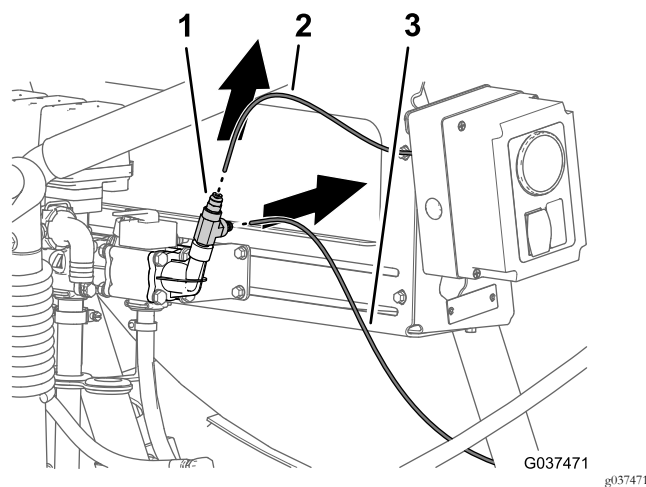
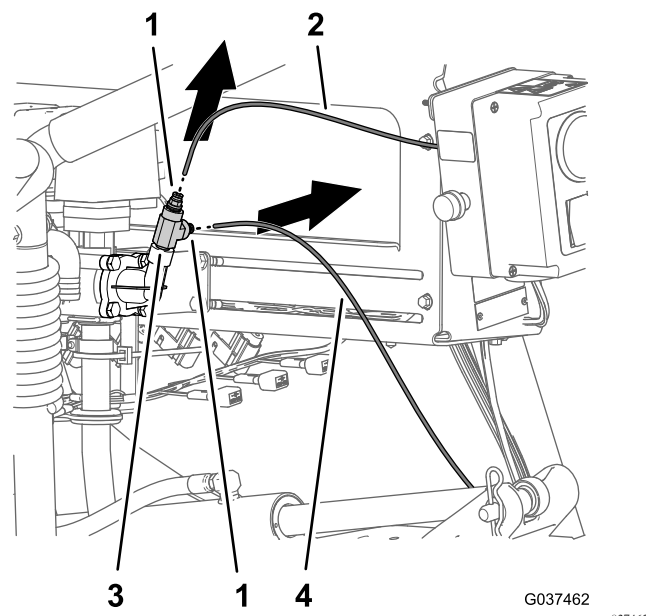

Рисунок 11
Рисунок 12
1. Вдавите зажимные кольца соединительных муфт трубок в тройник на штуцере отверстия нагнетания (Рисунок 11 или Рисунок 12).
2. Снимите трубку датчика давления для манометра на приборной панели с соединительной муфты трубки (Рисунок 11 или Рисунок 12).
3. Снимите трубку датчика давления для манометра распылителя с соединительной муфты трубки (Рисунок 11 или Рисунок 12).